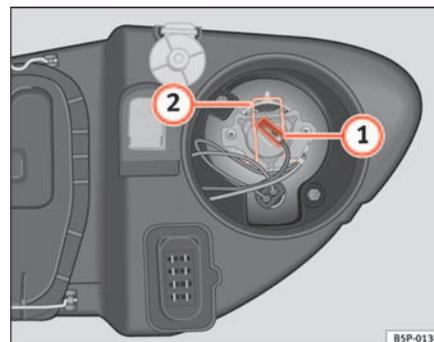

Fig. 178 Abbaglianti
- Estrarre il connettore ⇒ fig. 178 ① della lampada.
- Premere la molla ⇒ fig. 178 ② verso l'interno e verso destra.